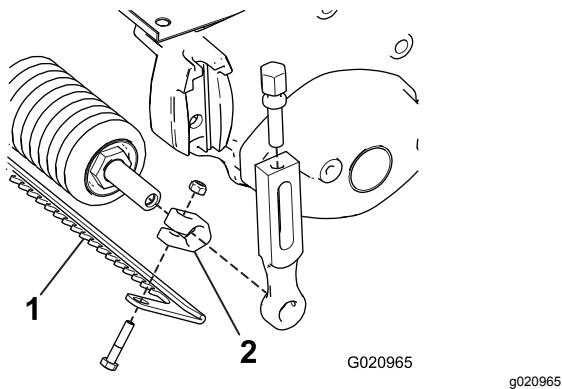

Figura 2
- Instale provisionalmente el rascador en cada abrazadera con un perno y una tuerca (Figura 2). No apriete.
- Inserte una abrazadera de eje sobre cada extremo del eje del rodillo (Figura 2).
- Coloque el rascador entre el rodillo delantero y la unidad de corte, tal y como se muestra en la Figura 2.